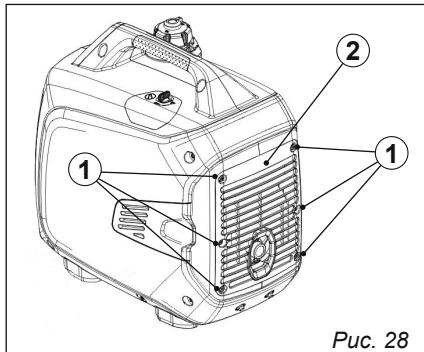

Рис. 28
1. Отвинтите винты ①, а затем снимите крышку ②, рис. 28.